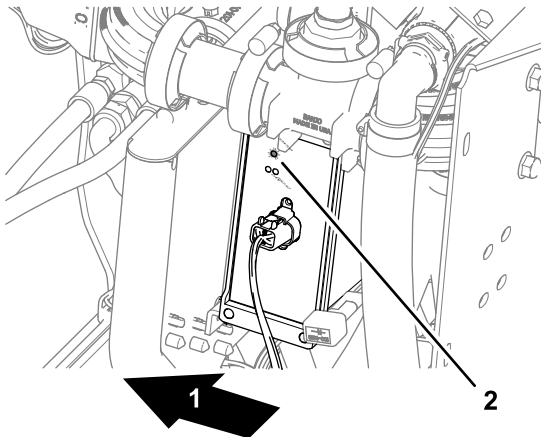

Figura 268
- Controlador automático de secciones – se enciende el indicador de ESTADO (Figura 268)